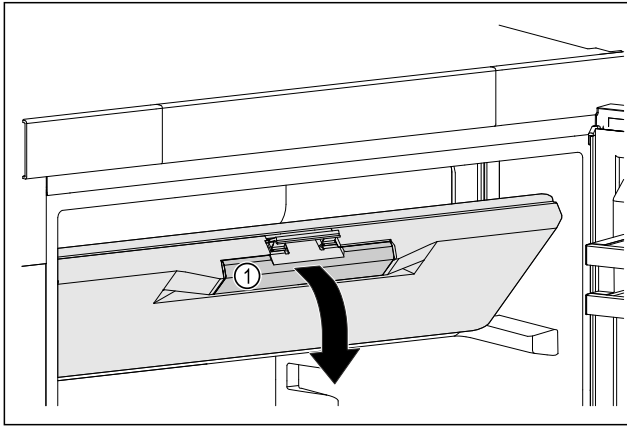

Fig. 23
- ▶ Візьміться за потайну ручку Fig. 23 (1) морозильної камери.